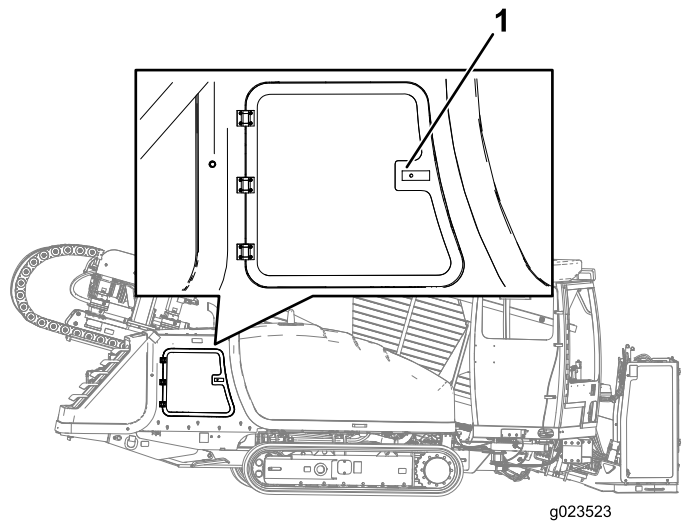

Figura 101
2. Presione sobre el lado izquierdo del tirador del panel, y abra el panel cuando el cierre se desenganche (Figura 101).